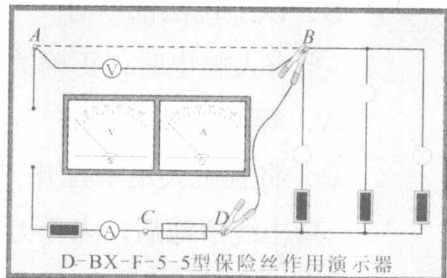

图 1.6 短路时，超负荷引起火灾
(1) 按仪器规定接好电路(图 1.6)。
(2) 点亮一盏 10 瓦灯泡时，导线 AB 正常供电。
(3) 再点亮一盏 50 瓦灯泡时，导线 AB 已满载，但仍能安全供电。
(4) 当再点亮一盏 50 瓦灯泡时，导线 AB 超载，这时表面上看导线也能供电，但是过几秒，可看到导线 AB 发热、冒烟，并烧毁其绝缘层。在将引起火灾之时，关闭电源开关。思考一下，这时导线上的电流仅超过导线允许通过的最大电流不到 1 倍，如果超过更多会怎样呢？
(5) 在电路中只接入一盏 10 瓦灯泡，使导线正常供电。
(6) 这时用短路线夹将仪器 B、D 两接线柱短接，会怎样呢？先思考一下，再真的短接，你会看到导线冒出滚滚浓烟，进而燃起熊熊火焰！
(2) 短路：火线与零线没有经过电器相碰，造成短路，引起电路中电流过大，而且电路中的保险装置不起保险作用或根本没有保险装置，导线发热燃烧引起火灾（图1.6）。